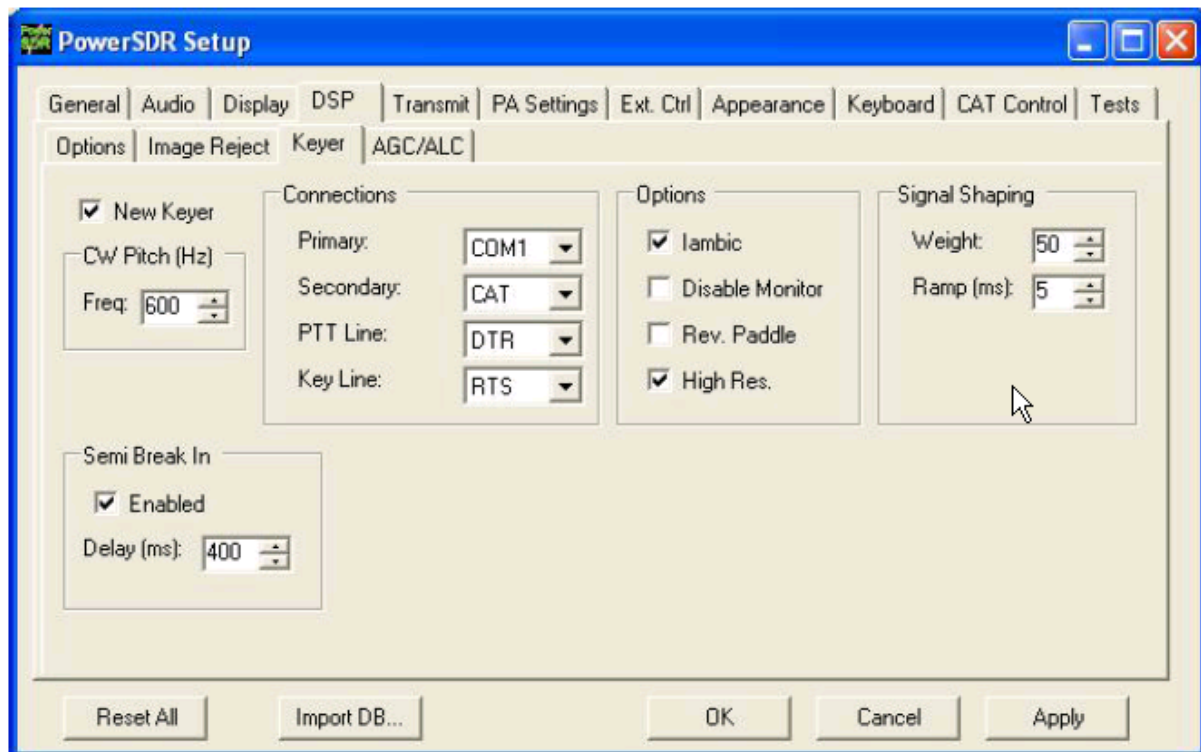

Bild 135: Setup Form – DSP Tab, Keyer Sub-Tab
2. Setzen Sie die **Secondary Connection** auf **CAT**, um die gleiche virtuelle Schnittstelle COM16 wie die CAT-Steuerung zu nutzen. Die CAT-Steuerung muss mit **Enable CAT** aktiv geschaltet sein. Tragen Sie in die Felder unter dem Schnittstelleneintrag für die **Secondary Connection** für **PTT** die Leitung **DTR** und für die Tastung (**Key**) die Leitung **RTS** wie in Bild 135 ein.